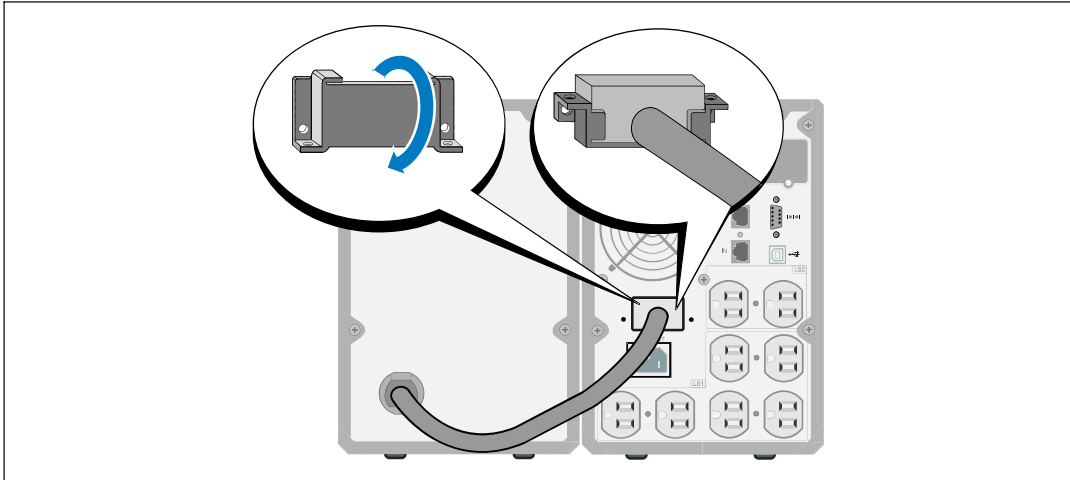

图 14. 安装电池连接器盖
- 2 将电池连接器盖安装在EBM电缆下方，以提供应变消除（见图 14）。